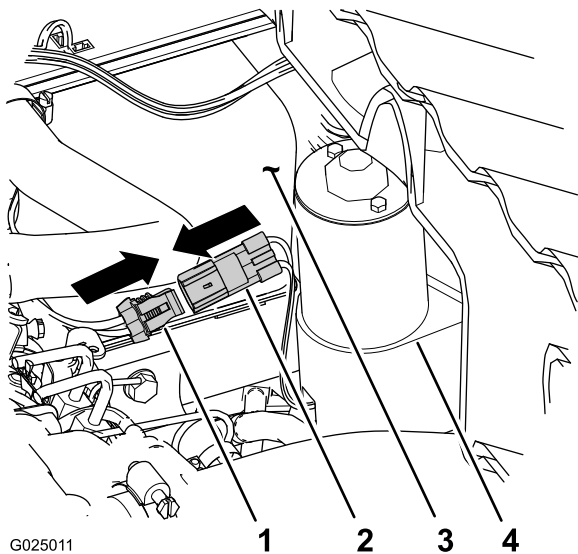

図 8
- 昇降アクチュエータの2ピン・コネクタを、車両用後部ハーネスの2ソケット・コネクタに接続する (図 8)。